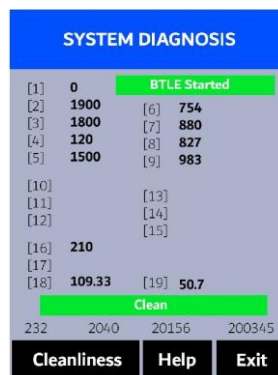
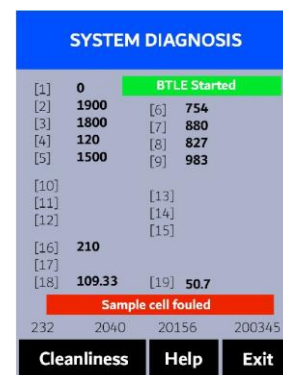

Figura 34.
Figura 35.
8. Una vez completada la comprobación de la limpieza, aparecerá un mensaje de **limpieza** (Figura 34) o un mensaje de **célula de muestreo sucia** (Figura 35) en la parte inferior de la pantalla.